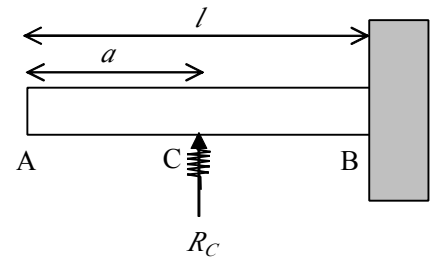

図2-3
- (2) 図2-3に示すように点 C 点に荷重 R_C が作用しているものとして、点 C でのたわみ y_{C2} を求めよ。